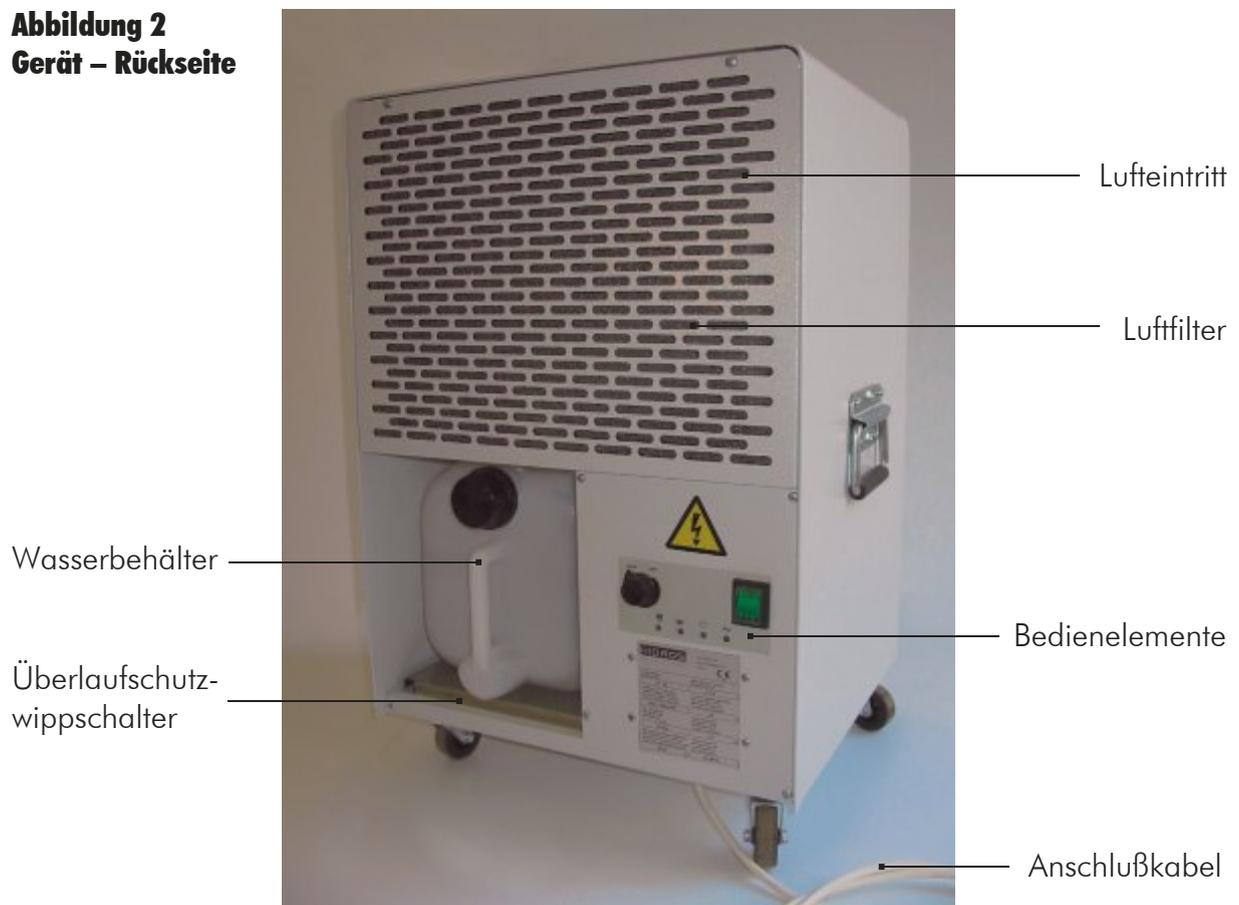

Abbildung 3
- Entweder das Wasser fließt in den integrierten Tank. Wenn dieser voll ist, leuchtet die Signallampe auf (Abbildung 3) und das Gerät schaltet automatisch ab. Nach Entleeren des Tanks geht das Entfeuchtungsgerät wieder in Betrieb.
Mit dem Drehknopf des Bedienelementes (Abbildung 3) läßt sich der integrierte Hygrostat und damit die Entfeuchtungsleistung des Gerätes einstellen. Wir empfehlen einen Mittelwert (die Spitze des Drehreglers zeigt senkrecht nach unten), was in etwa einer relativen Luftfeuchtigkeit von 55 % (± 10 %) entspricht. Dieser Wert wird von den meisten Menschen als angenehm empfunden.
Bei Raumtemperaturen unter + 12 °C kann das durch den Verdampfer der Luft entzogene Wasser vereisen und daher nicht mehr abfließen. In diesem Falle schaltet der Kompressor automatisch ab und der Ventilator läuft weiter. Dabei leuchtet die entsprechende Kontrollampe (Abbildung 3) und die Kompressor-Kontrolleuchte blinkt. Durch die warme Luft wird das Eis zum Schmelzen gebracht. Danach läuft der Kompressor selbständig wieder an.